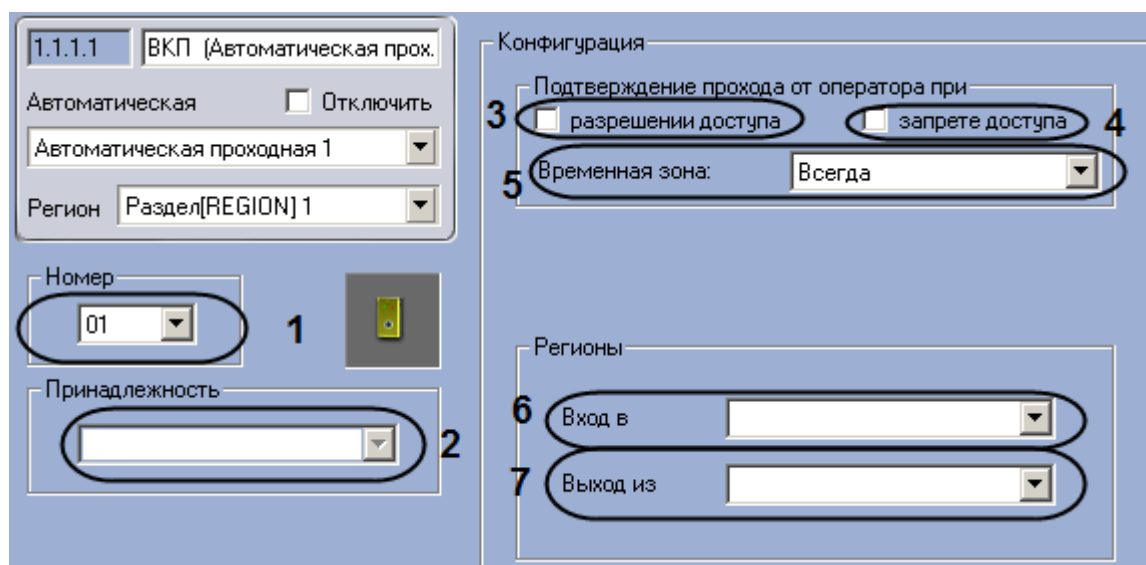

Рис. 3.4—7. Настройка ВКП автоматической проходной
2. Выбрать аппаратный адрес ВКП автоматической проходной из раскрывающегося списка **Номер** (см. Рис. 3.4—7, 1).
3. Выбрать объект **Зона охраны**, к которому относится данный ВКП, из раскрывающегося списка **Принадлежность** (см. Рис. 3.4—7, 2).